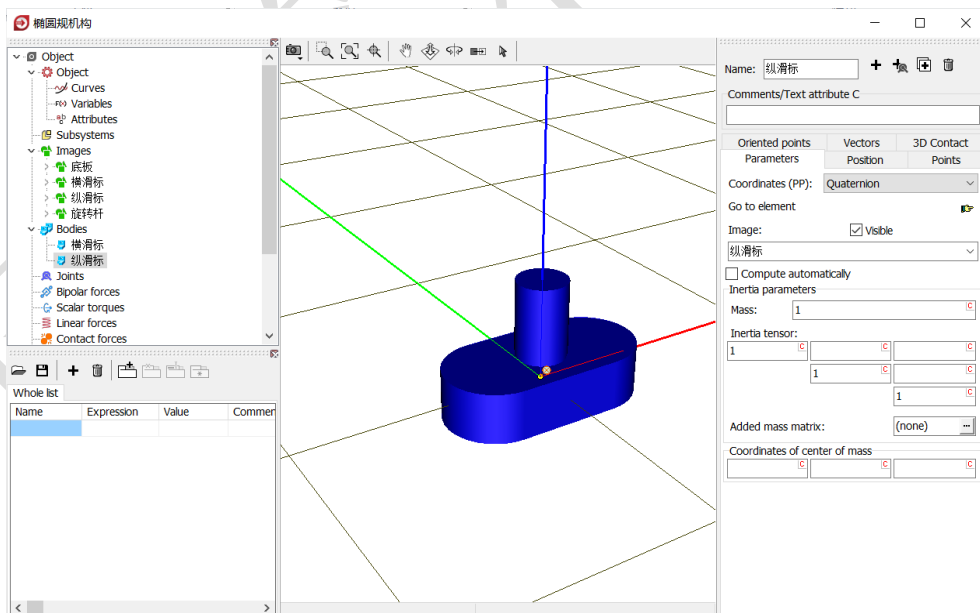

图 2-75
- 7) 点击右侧面板上方的按钮 , 复制生成第二个刚体，重命名为**纵滑标**，从 **Image** 下拉菜单选择几何**纵滑标**，如图 2-75。